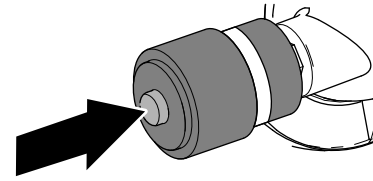

図 83
1. 整備インジケータが赤色になっている場合は、インジケータの端部にあるリセットボタンを押す 図 83。